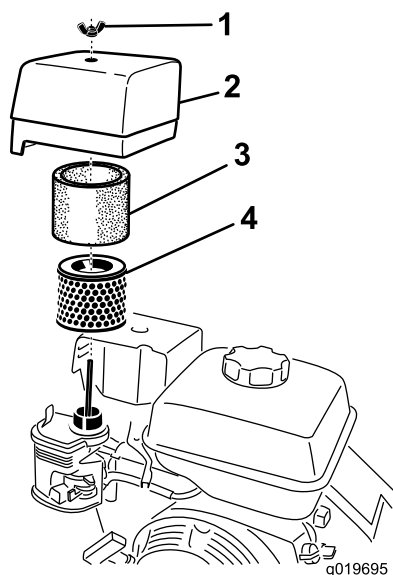

Figure 17
3. Retirez l'écrou de fixation du couvercle (Figure 17).
5. Déposez les éléments en mousse et papier de la base (Figure 17).
6. Sortez l'élément en mousse de l'élément en papier (Figure 17).